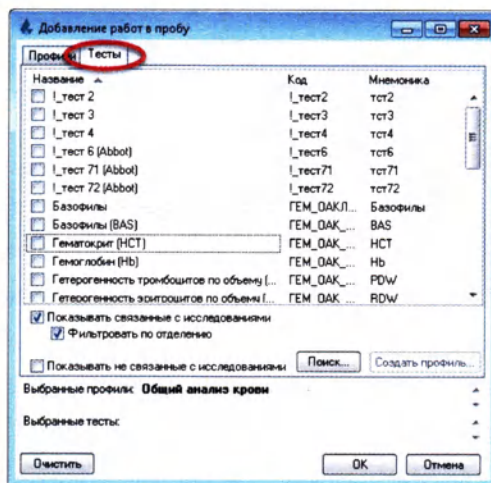

Рисунок 5.26
4. Чтобы добавить один или несколько работ откройте вкладку «Тесты», отметьте необходимые работы (Рисунок 5.26):